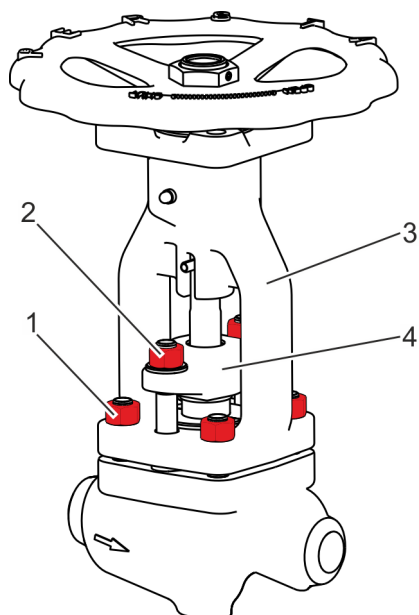

Fig. 32: Enroscar las tuercas
- 41.** ▶ Enrosque las tuercas (Fig. 32/1) en los espárragos roscados del cuerpo de la válvula sin apretarlas del todo.
- 42.** ▶ Ensarte el prensaestopas (Fig. 32/4) en los espárragos roscados del cuerpo de la válvula.
- 44.** ▶ Enrosque las tuercas (Fig. 32/2) a los espárragos roscados del cuerpo de la válvula sin apretarlas del todo.